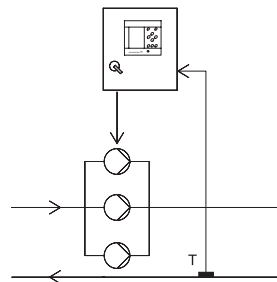

Рис. 25 Температура в обратном трубопроводе
- Температура в обратном трубопроводе с одним датчиком, см. рис. 25.